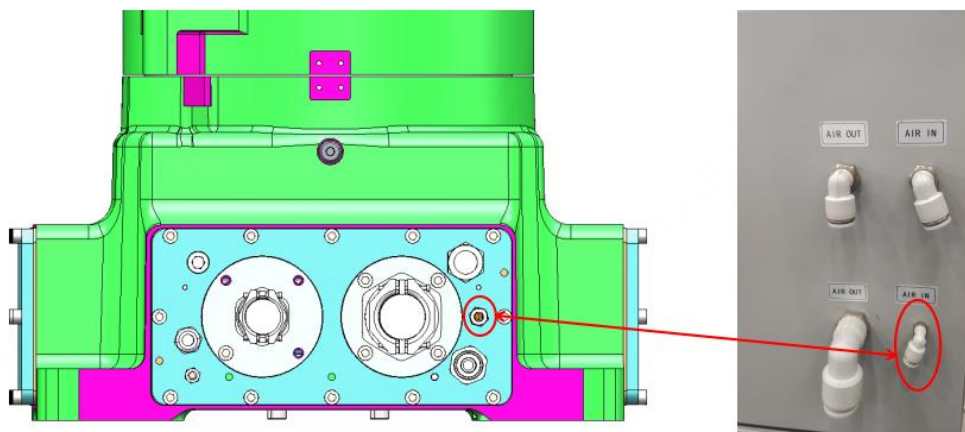

图 4.9.8 防爆柜气体回路连接图
(2) 进气口 $\Phi 6$ 快换接头连接到直径为6毫米的气管，该气管与机器人底部的 $\Phi 6$ 快换接头相连，如图4.9.8；